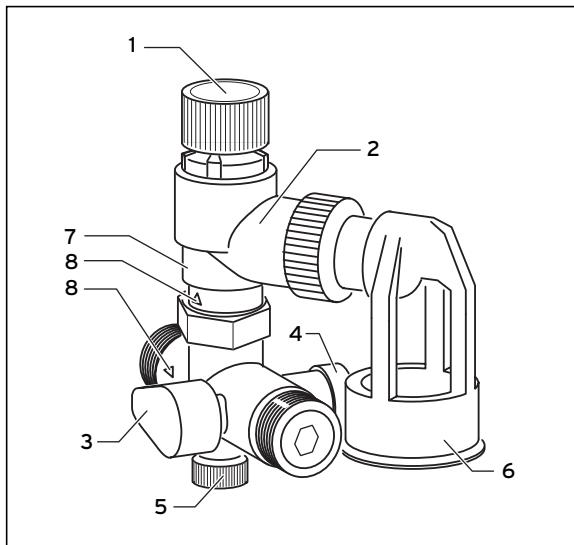

Fig. 3.1 Grupul de siguranță
Dacă nu este instalat un vas de expansiune pentru apă menajeră, la încălzirea boilerului de apă caldă din pâlnia (6) ventilului de siguranță (7) iese apă, a cărei cantitate depinde de cantitatea de apă din boilerul de apă caldă și creșterea de temperatură (vezi fig. 3.1).
Robinetul de închidere (3) întrerupe alimentarea boilerului de apă caldă cu apă rece (vezi fig. 3.1).
- Montați grupul de siguranță între conducta de apă rece și boilerul de apă caldă. Sägeata trebuie să indice sensul de scurgere (vezi fig. 3.1, **8**).
- Scoateți grupul de siguranță (vezi fig. 3.1).